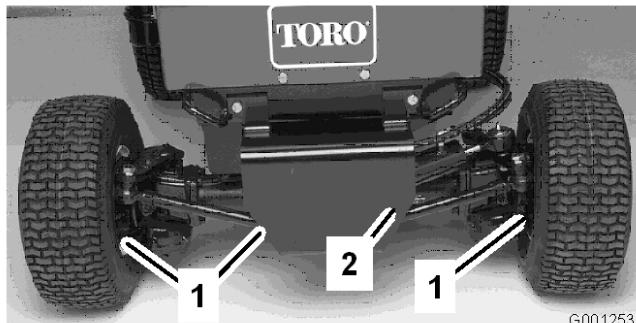

Bild 58
2. Nehmen Sie die Muttern ab, mit denen das Kugelgelenk der Zugstange an der Befestigungshalterung an der Achse befestigt ist. Entfernen Sie das Kugellager von der Achse (Bild 58).